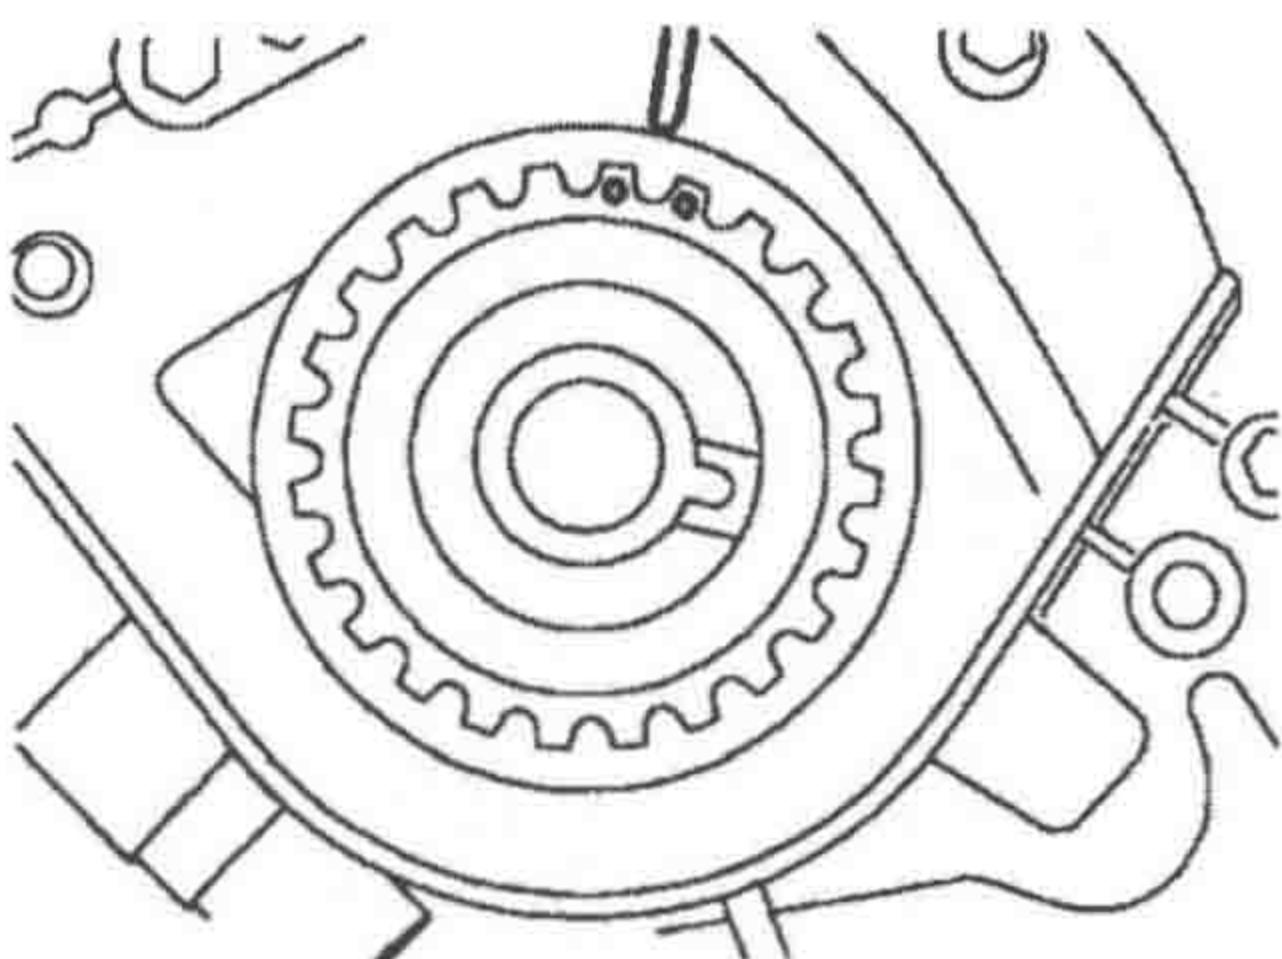

图 1-1-8 将孔对准法兰
- ① 清洁正时齿轮和带轮。
- ② 把曲轴正时齿轮装到曲轴上。
- ③ 检查曲轴正时齿轮上的孔和机油泵上的法兰是否对准，如图 1-1-8 所示。